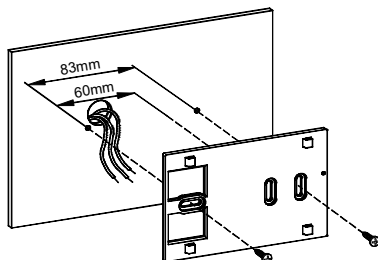

Fig. 5
- Fijar la placa directamente en la pared o en cajas de derivación de 2 o 3 módulos por medio de los dos orificios de los tornillos con 60 mm o 85 mm, teniendo cuidado de pasar los cables a través de la ranura como se muestra en la Fig. 5.